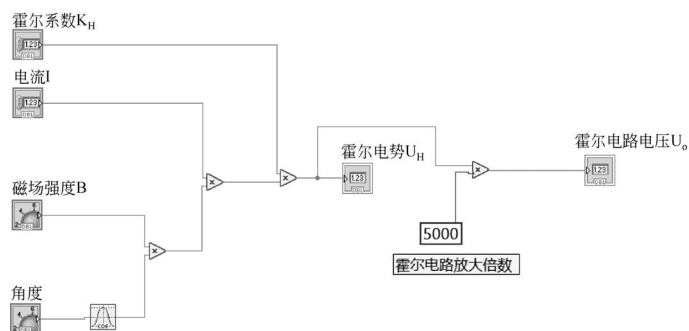

图 3-12 线性型霍尔传感器仿真系统程序框图
(1) 线性型霍尔传感器仿真系统程序框图,如图 3-12 所示。